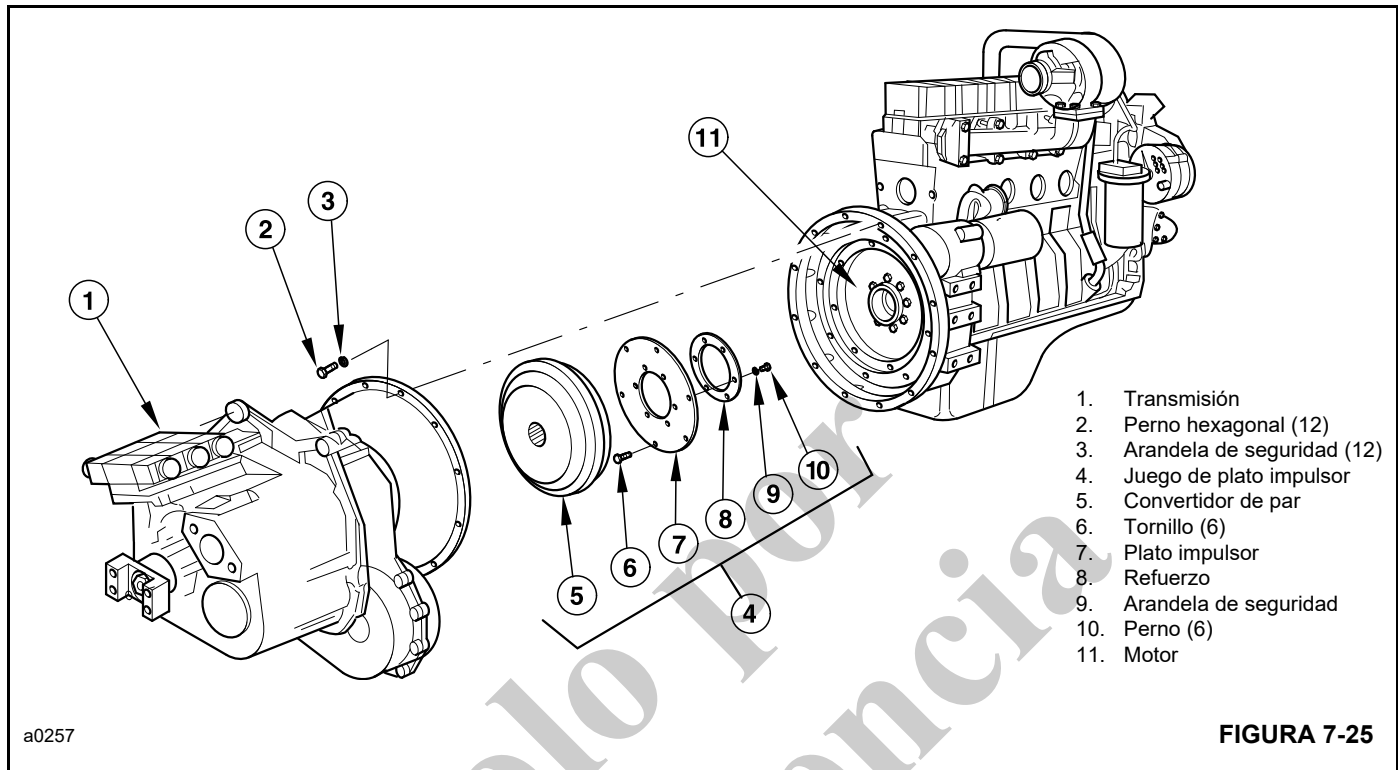

FIGURA 7-25
4. Retire los 12 pernos **2** (Figura 7-25) y las arandelas de seguridad **3** que sujetan la caja de la transmisión/convertidor **1** a la caja del volante del motor **11**. Retire el conjunto de transmisión y convertidor de par **4** y colóquelo en una zona de trabajo limpia donde se pueda retirar el convertidor de par. Se recomienda que la transmisión se monte en un accesorio de servicio.
1. Arme el plato impulsor **7** (Figura 7-25) y el plato de refuerzo **8** en el convertidor de par **5** con los pernos **10** y las arandelas de seguridad **9**. Aplique Loctite® 243 a las roscas de los pernos **10** y apriételes a un par de 40 Nm (30 lb-pie).